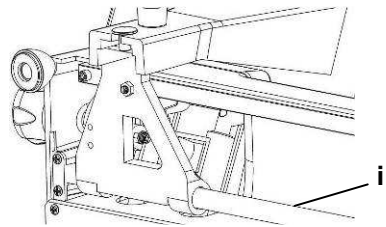

Fig. 14
- Lubrifier régulièrement le mécanisme du chariot avec un lubrifiant naturel. Dans ce but, poser la trancheuse sur le côté et huiler les deux extrémités de l'axe du chariot (i) (fig. 14). Ensuite déplacer le chariot en avant et en arrière, afin d'étaler uniformément le lubrifiant. Retirer les excédents de lubrifiant avec un chiffon.